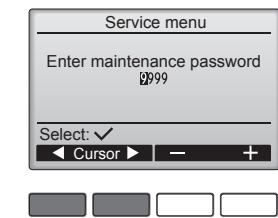

Fig. 6-2
① Selecione "Service" (Assistência) no Menu principal e, em seguida, prima o botão .
② Quando selecionar o menu Service (Assistência), aparecerá uma janela a pedir a palavra-passe. (Fig. 6-2)